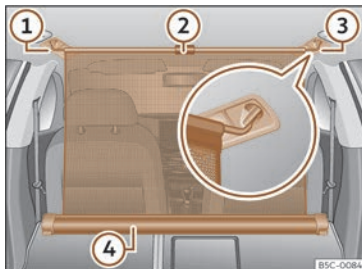

Fig. 137 Al maleter: xarxa de separació enganxada amb els respallers del seient posterior abatuts.
- Estireu la llengüeta cap amunt >>> **fig. 137 ②** per treure la xarxa de la carcassa >>> **fig. 137 ④**.
- Subjecteu la xarxa de separació al costat dret o esquerre >>> **fig. 137 ③** (imatge ampliada).
- Subjecteu la xarxa de separació a l'allotjament de l'altre costat >>> **fig. 137 ①** estirant la barra.
La xarxa de separació està correctament muntada quan els extrems en forma de T estan enganxats fermament en els allotjaments corresponents >>> **fig. 137 ③** i **①**
- Enrotlleu la xarxa a la carcassa»» fig. 137 ④ abaixant-la amb la mà.